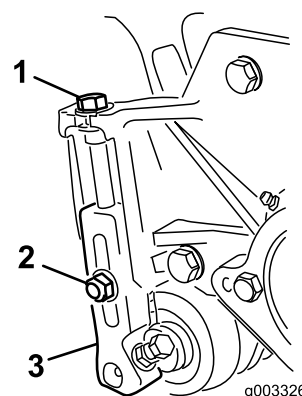

Figura 8
3. Afloje las contratuercas que sujetan los soportes de ajuste de la altura de corte a las chapas laterales de la unidad de corte (Figura 8).